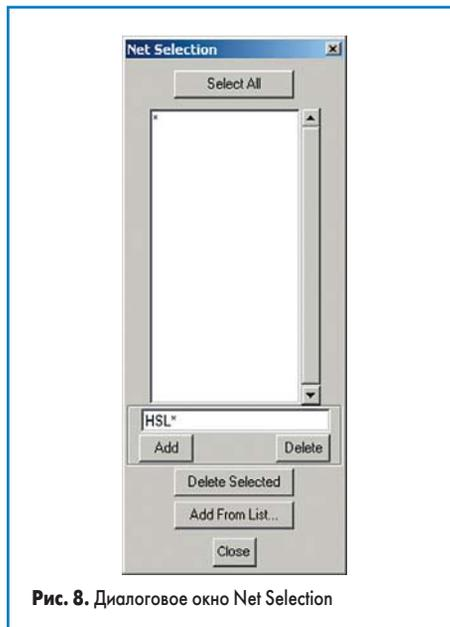

Рис. 8. Диалоговое окно Net Selection
На экране появится окно Net Selection (рис. 8), в котором определяются наборы цепей для применения цветовых настроек.
15. В окне Net Selection в текстовом поле введем маску выбора цепей HSL\*, как показано на рис. 8, и нажмем кнопку Add.